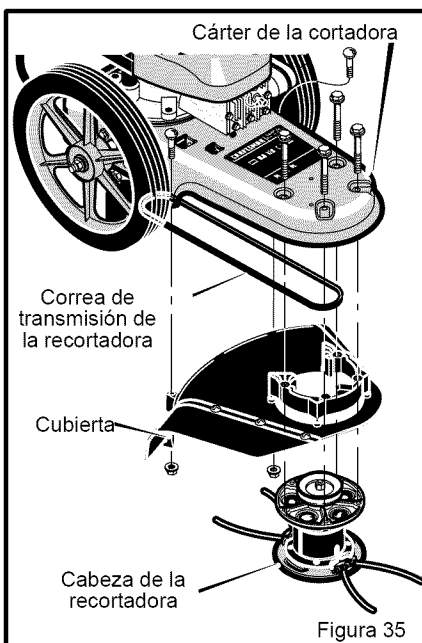

Figura 35
1. Retire los dos sujetadores que sostienen la parte trasera de la **cubierta** al **cárter** de la **recortadora** (véase la Figura 35).